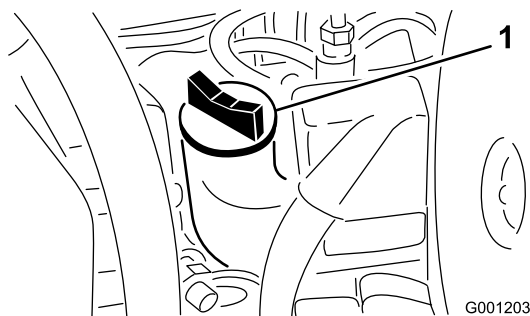

Bild 49
4. Wenn der Ölstand unter der Voll-Marke liegt, nehmen Sie den Fülldeckel ab (Bild 49) und gießen Sie genug Öl ein, um den Ölstand bis zur Voll-Marke anzuheben. **Füllen Sie nicht zu viel ein.**